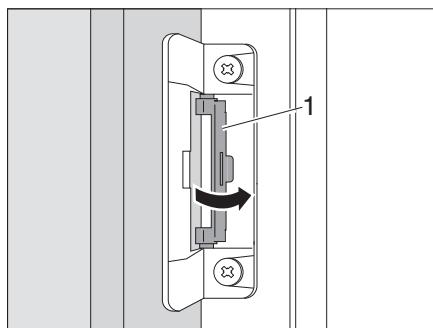

Fig. 365 Ruotare l'arresto in posizione iniziale
**Estrarre la posizione di ricircolo d'aria:** ■ Riportare l'arresto (Fig. 365,1) in posizione iniziale.